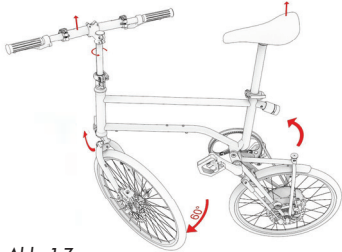

Abb. 1.7
- 8** Heben Sie nun das VELLO Bike am Lenker sowie am Sattel langsam hoch (Abb. 1.7). Der Hinterrahmen mit dem Hinterrad schwenkt nun nach hinten.